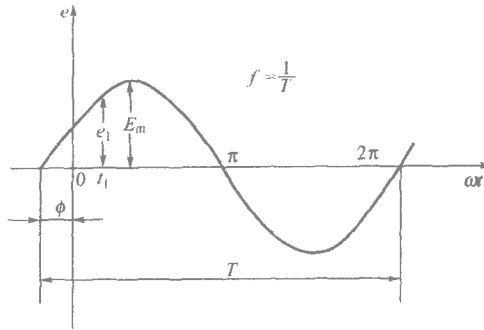

图 1-1 正弦交流电波形
**瞬时值** 正弦交流电任意时刻  $t$  的数值, 称为正弦交流电的瞬时值, 图 1-1 所示正弦交流电波形图中  $t$  时刻对应的  $e_1$ 。瞬时值用小写符号表示, 如  $i$ 、 $e$ 、 $u$  等。